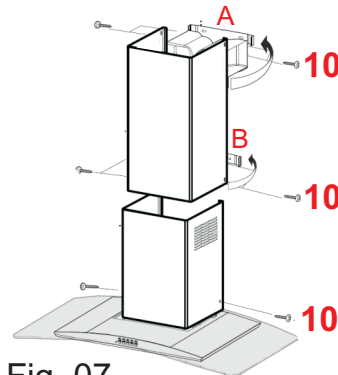

Fig. 07
- 3 - Certifique-se de que a saída das peças das extensões alinhadas com as saídas da chaminé (no modo Depurador de ar). Fig. 07.
- 2 - Fixe a parte inferior lateralmente ao corpo da coifa utilizando os dois últimos parafusos fornecidos (Fig. 07).